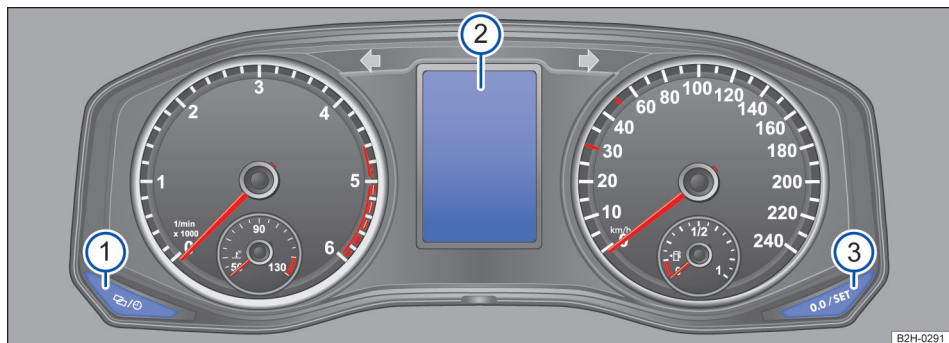

Fig. 183 Botões no instrumento combinado no painel de instrumentos.
- Pressionar o botão  → Fig. 183  no instrumento combinado tantas vezes, até que seja exibida a indicação RDK Calibração da pressão dos pneus no display .